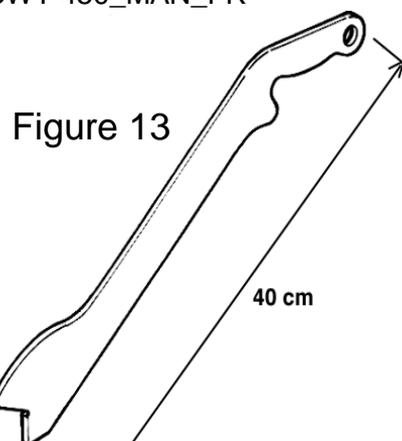

Figure 13
- **Le poussoir longitudinal** (Fig. 13), permet de guider l'avancement des planches étroites sciées longues.